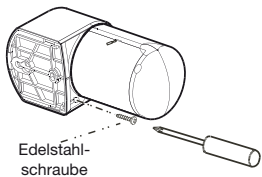

Fig. 13
1. Befestigungsschraube des Halters entfernen. Abb. 13